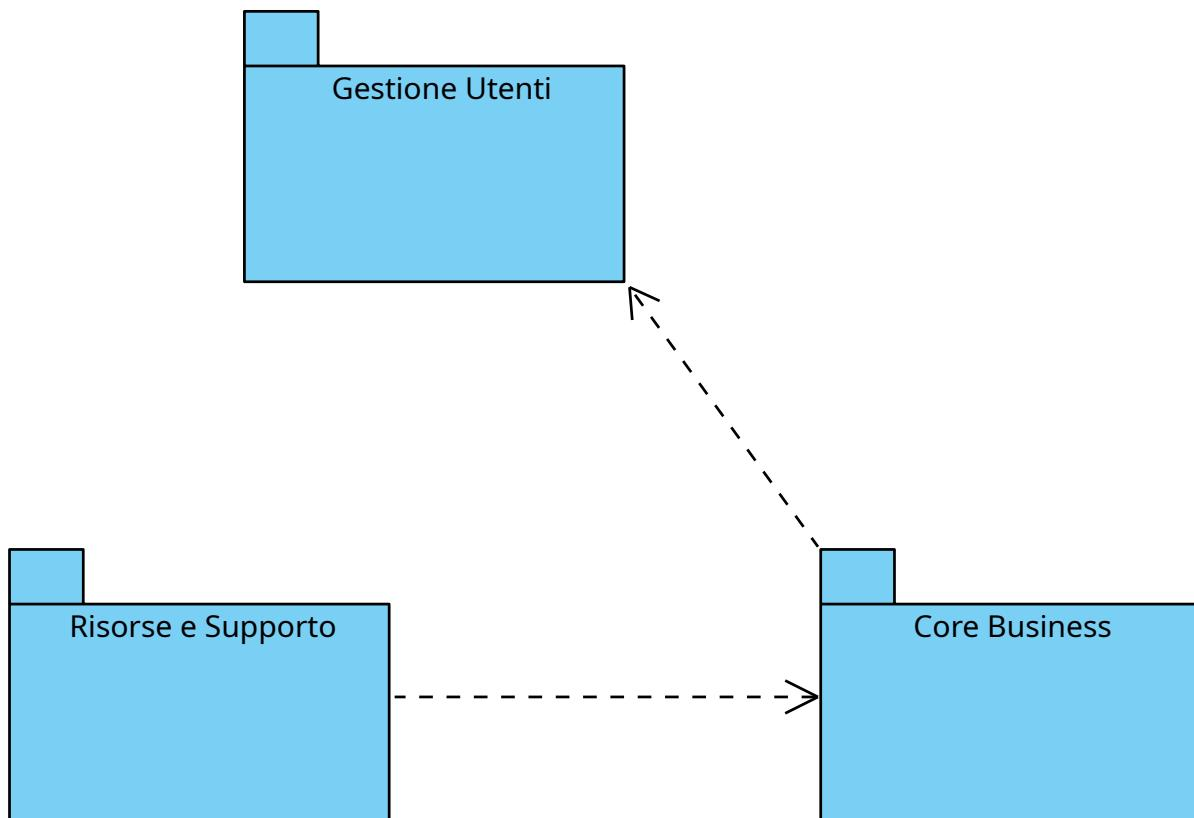

Figura 19: Diagramma dei Package del Modello Oggetti.
**Obiettivo:** Questa sezione descrive le dipendenze strutturali tra i principali package del sistema *HeavyRoute*, come illustrato nel Diagramma dei Package (Figura 19). Comprendere queste dipendenze è fondamentale per la corretta gestione degli strati software e per minimizzare l'accoppiamento tra i moduli.